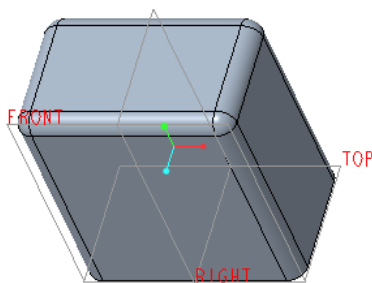

图 3-67 实体零件
(1) 为什么要在某些钣金件中设计分割区域(变形区域)? 简述一下设置分割区域的用途。
(2) 想一想: 平整形态的应用特点主要包括什么?
(3) 扯裂特征可以分为哪几种形式?
(4) 主要有哪几种基本类型的拐角止裂槽? 如何设置用作默认值的拐角止裂槽类型?
(5) 操作练习: 打开 bj_3_ex5.prt (该文件位于附赠网盘资料的 CH3 文件夹中), 文件中存在着一个实体零件, 如图 3-67 所示。